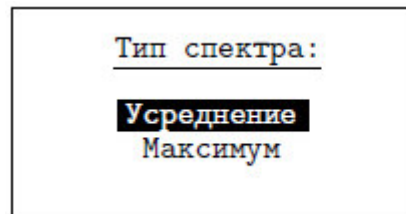

Рис. 3.18
3.4.9 **"Тип спектра"** - выбор способа формирования результирующего спектра при анализе дампов сигнала: максимальный или усредненный (Рис. 3.18).